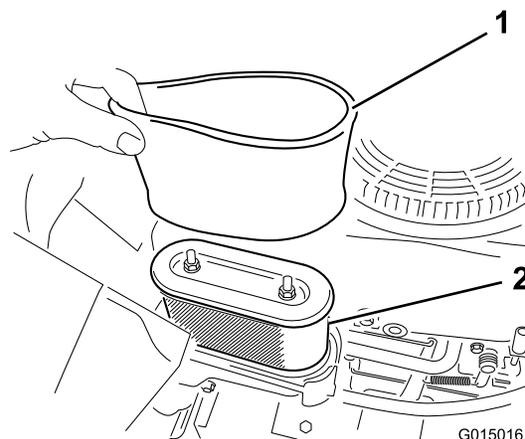

Bild 28
5. Nehmen Sie die Schaum- und Papierfiltereinsätze vorsichtig aus dem Luftfiltergehäuse heraus (Bild 28).
1. Setzen Sie den Schaumfilter auf den Papierfilter (Bild 28).